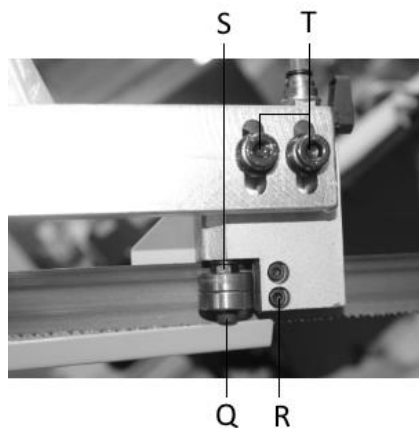

Рис.9
Ослабьте винты (Т, рис.9) и отрегулируйте направляющую таким образом, чтобы полотно было расположено с вертикальным зазором 0,1 мм. Затяните винты (Т).
Ослабьте фиксирующие винты (Q) и отрегулируйте эксцентриковые втулки (S) таким образом, чтобы расстояние от полотна до ролика было 0,05 мм, а полотно находилось вплотную к неподвижному сухарю, рис. 9. Затяните фиксирующие винты (Q).